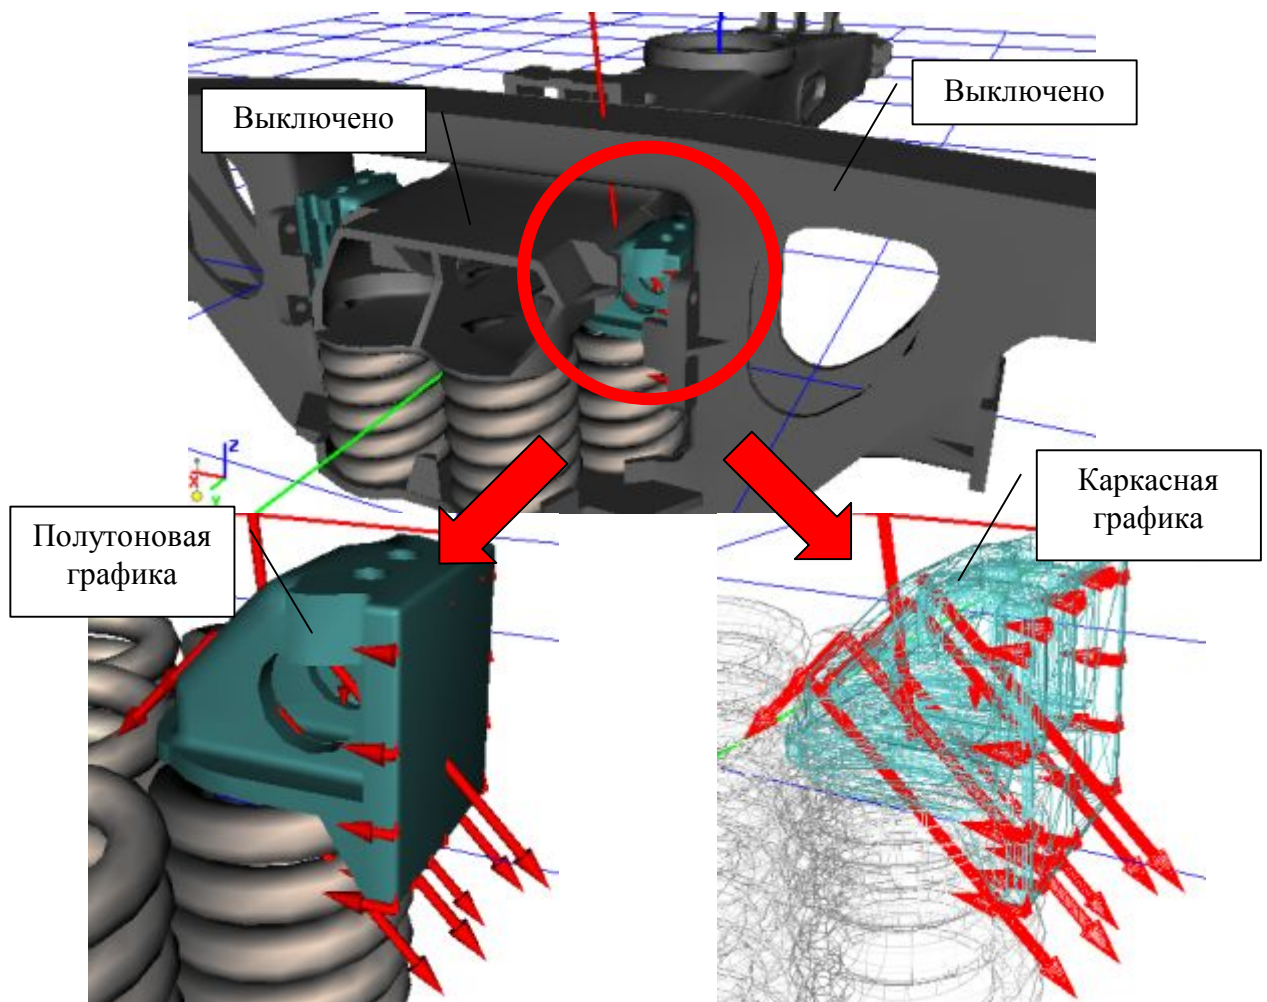

Рис.4.53. Приемы работы в анимационном окне
- Выключать отображения графических образов тел с помощью пункта **«Режимы изображения тел->Видимые/Невидимые»** контекстного меню анимационного окна, см. рис. 4.53.
- Используйте кнопку *Каркас*  на панели инструментов анимационного окна для включения каркасного изображения тел, которое позволит видеть векторы контактных сил, действующих на тело, находящиеся полностью или частично внутри графического образа тела, сравните изображения фрикционного клина на рис. 4.53 снизу.